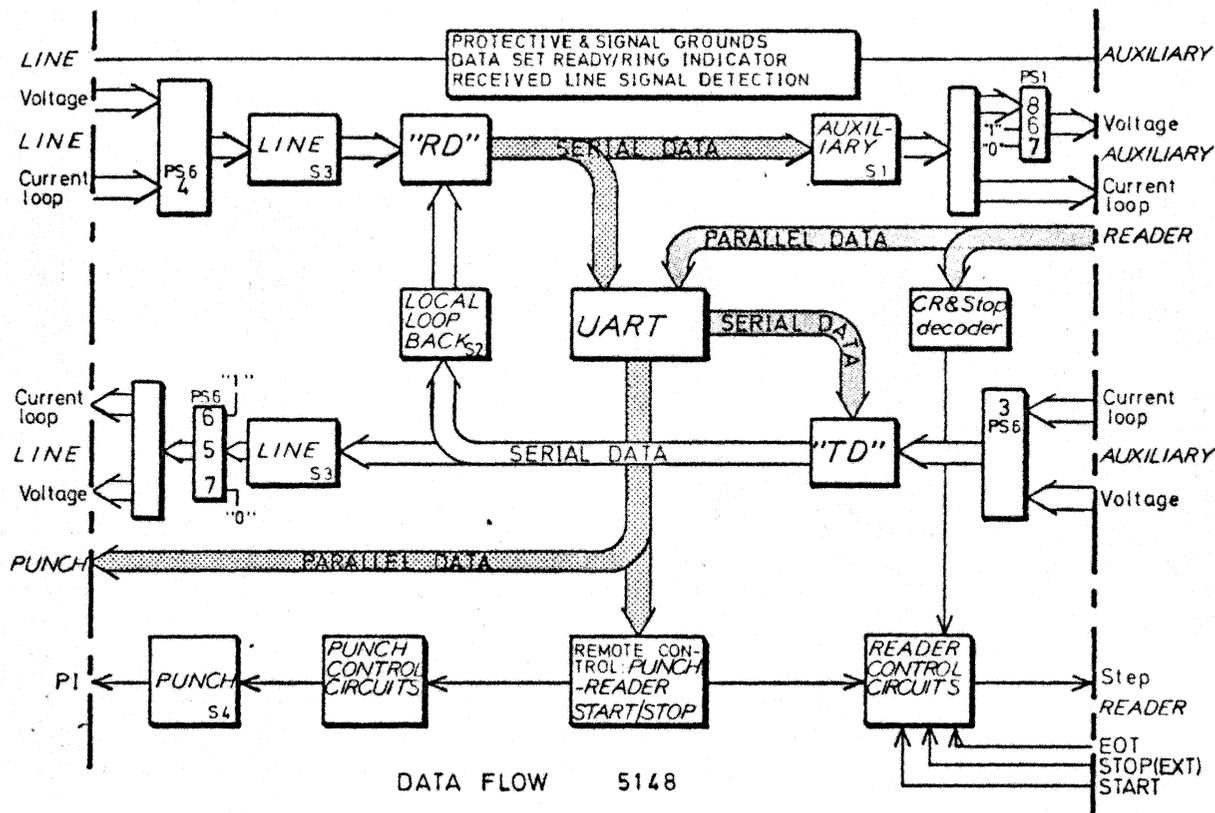

FIG 8
4.2 PUNCH See Fig. 8 & 9.
4.3 READER See Fig. 8 & 10.